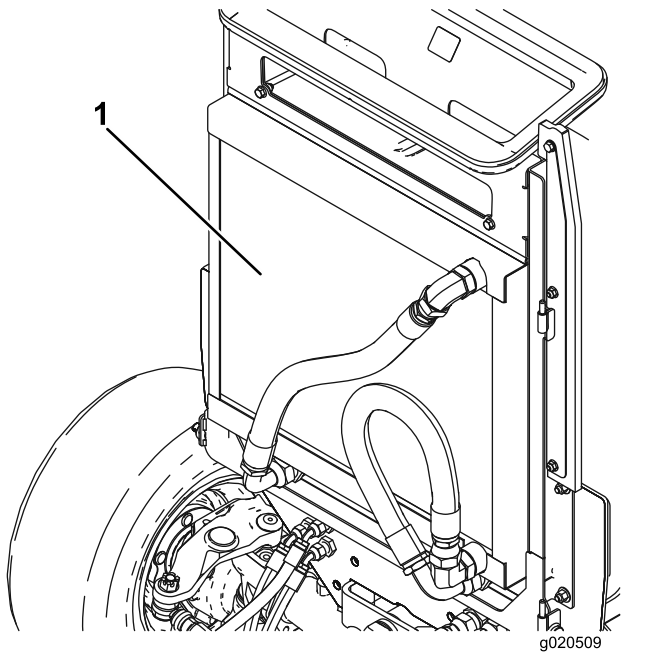

Рисунок 63
3. Тщательно очистите обе стороны маслоохладителя и радиатора (Рисунок 63) сжатым воздухом. Начните спереди и сдувайте мусор назад. Затем произведите очистку с задней стороны, сдувая мусор в направлении вперед. Повторите эту процедуру несколько раз до полного удаления сухой травы и мусора.